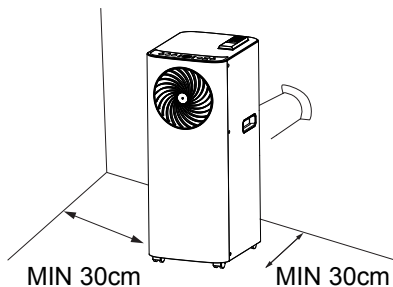

Fig. 5
Si es necesario, puedes realizar una instalación de tipo semipermanente del aparato (Fig. 5). Para ello, sigue los siguientes pasos:
- Introduce el otro extremo del montaje del tubo en el soporte que has instalado anteriormente en la pared, tal y como se muestra en (Fig. 5).